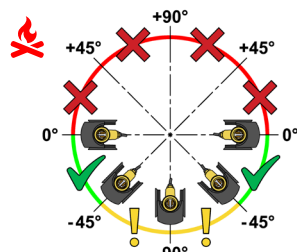

Fig.6
- **Modelos con caudal nominal hasta 2,5 m³/h:** el caudalímetro se puede orientar con inclinaciones entre 0° y -90°. En particular, se permite la orientación con un ángulo entre -45° y -90° si se ha verificado la ausencia de impurezas y suciedad en el interior del fluido caloportador (Fig.6);